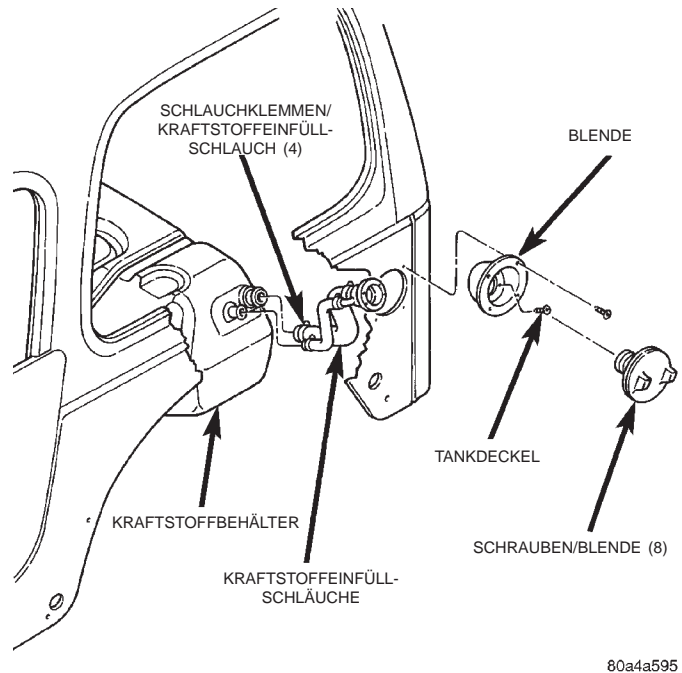

Abb. 34 Kraftstoffeinfüllschläuche/Tankdeckel
- (1) Den Tankdeckel abnehmen.
- (2) Den Druck in der Kraftstoffanlage abbauen. Näheres hierzu siehe "Kraftstoffdruck in der Kraftstoffanlage abbauen" in diesem Abschnitt.
- (3) Das Minuskabel von der Batterie abklemmen.
- (4) Die 8 Schrauben herausdrehen, mit denen die Kunststoffblende des Kraftstoffeinfüllstutzens an der Karosserie montiert ist (Abb. 34). Die Kunststoffblende des Kraftstoffeinfüllstutzens abnehmen.
- (5) Um zu verhindern, daß Schmutzteilchen in den Kraftstoffbehälter gelangen, ist vorübergehend der Tankdeckel aufzuschrauben.
- (6) Den Kunststoff-Schlauchbinder durchschneiden, mit dem der Entlüftungsschlauch der Hinterachse an den Kraftstoffeinfüllschläuchen befestigt ist.